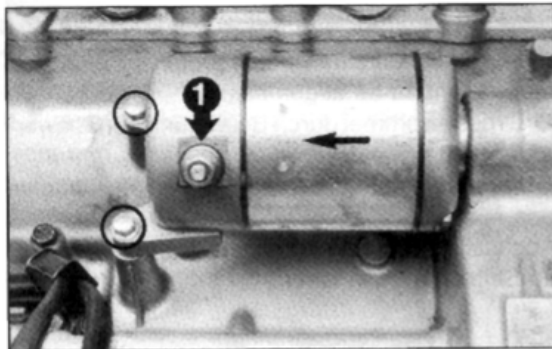

Bild 79
- Anker vorsichtig herausführen. Anzahl und Lage der Beilagscheiben notieren. Siehe Bild 79.